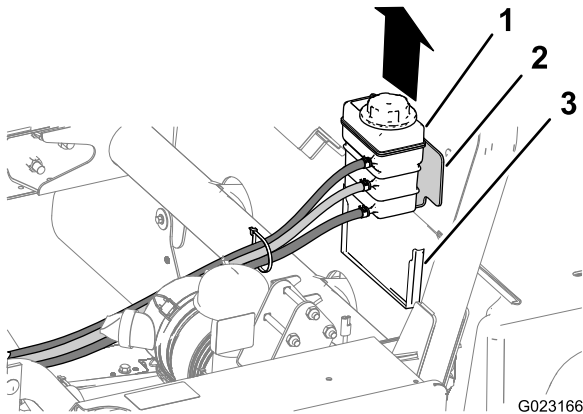

Figura 9
1. Eleve o depósito do líquido de arrefecimento para cima e para fora do suporte de apoio na parte de trás do resguardo do ROPS (Figura 9).